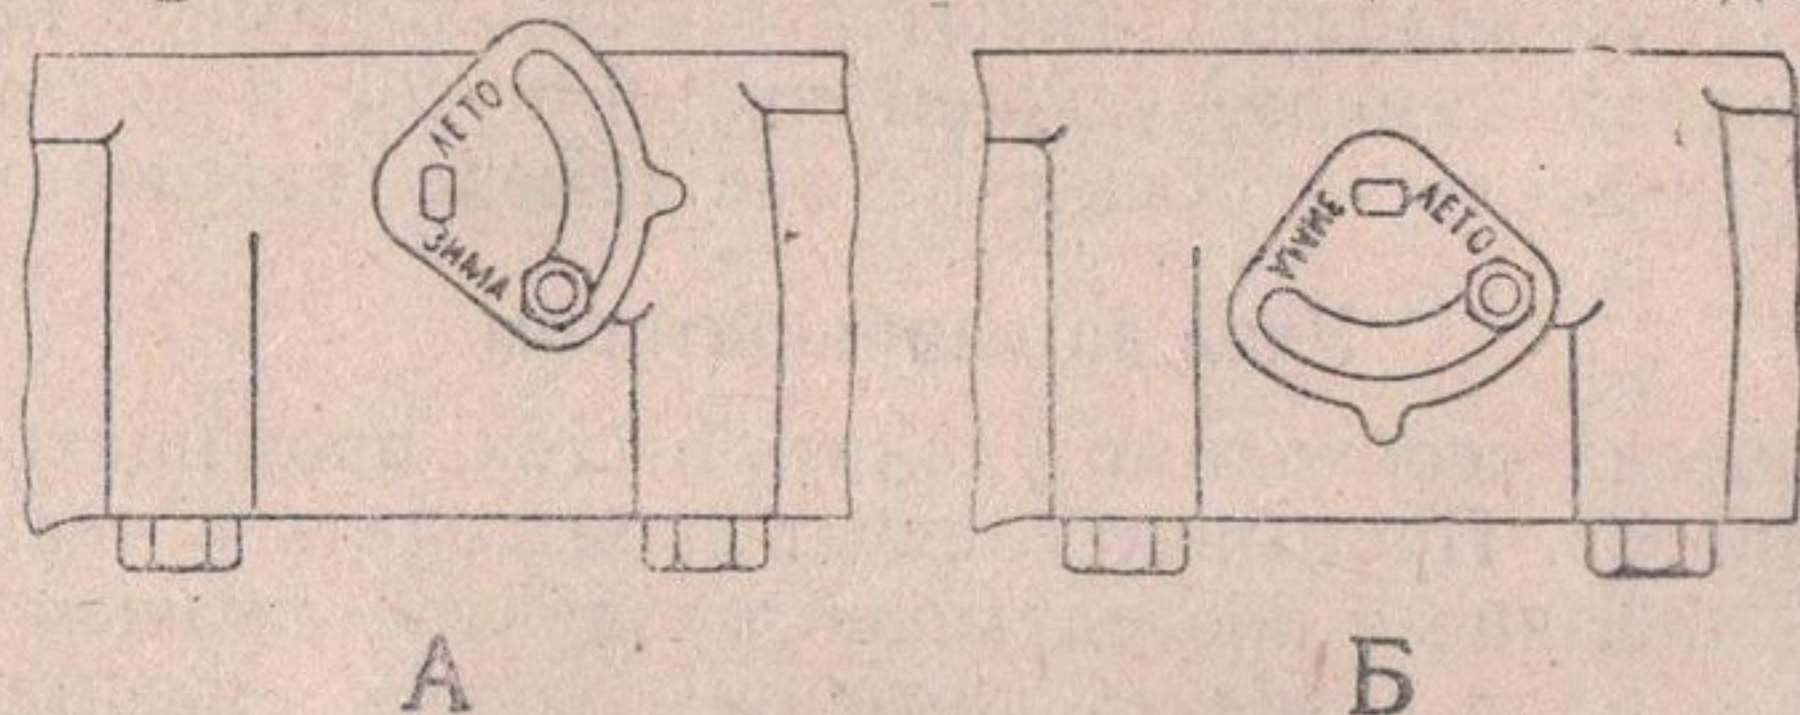

Рис. 13. Положение заслонки подогрева смеси при ручной регулировке: А—зимнее положение; Б—летнее положение
**Подогрев смеси** осуществляется в центральной части всасывающей трубы у ее плоской стенки в месте соединения с выхлопной трубой. Степень подогрева смеси регулируется заслонкой. Положение заслонки подогрева смеси устанавливается от руки. При сезонном обслуживании надо повернуть и закрепить заслонку в положение, указываемое надписями ЛЕТО и ЗИМА (рис. 13). Соответствующая надпись должна располагаться рядом со шпилькой крепления заслонки.